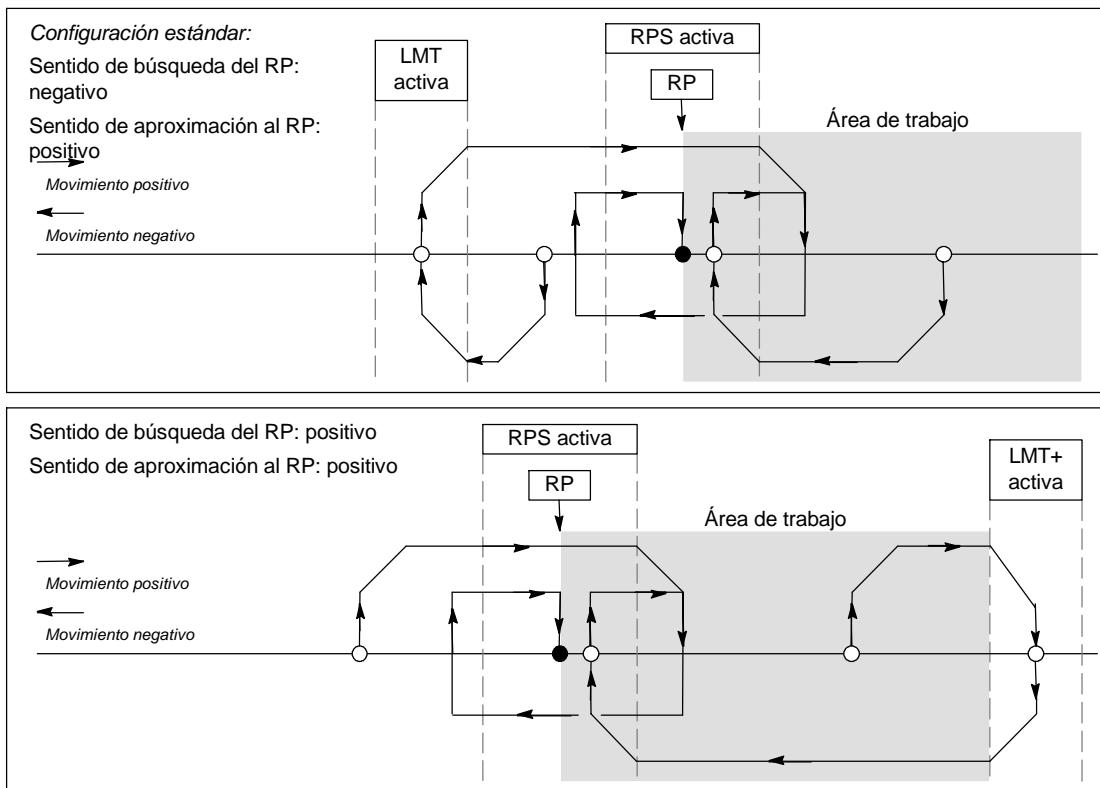

Figura 9-22 Búsqueda del RP: Modo 2
- La figura 9-22 muestra dos opciones del modo 2 de búsqueda del RP. En este modo, el RP se encuentra en el centro del área activa de la entrada RPS.